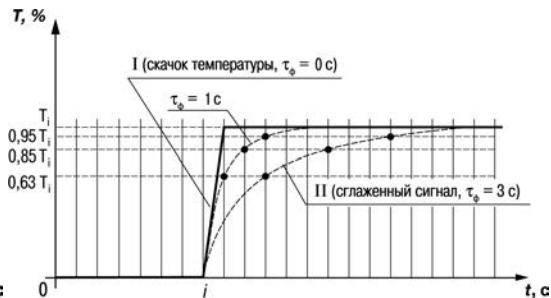

Рисунок 3.5
3.1.4.4.3 Цифровой фильтр устраняет шумовые составляющие сигнала, осуществляя его экспоненциальное сглаживание. Основной характеристикой экспоненциального фильтра является  $\tau_\phi$  – постоянная времени цифрового фильтра, параметр  $\bar{c}nF1$  ( $\bar{c}nF2$ ) – интервал, в течение которого сигнал достигает 0,63 от значения каждого измерения  $T_i$  (рисунок 3.5).